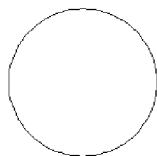
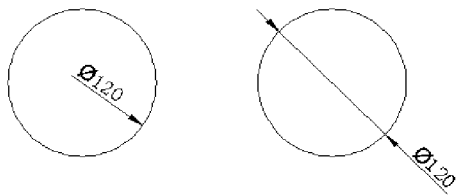

图 3.20 原图
图 3.21 标注直径尺寸
- (1) 单击“直径”标注按钮, 移动光标(小方块)选择要标注的圆。
- (2) 移动光标到适当位置并单击鼠标左键即可显示标注值。图 3.20 所示为原图，图 3.21 所示为标注直径尺寸后效果。